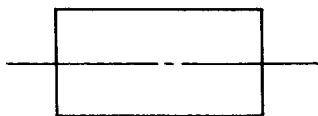

Fig. 3-10
IV. Gently turn the screws on tops of both guide rollers alternately counterclockwise so that the envelope has the shape shown in Fig. 3-10. The shape of the envelope when the tape is running outside the drum lead is shown in Fig. 3-11.
IV. 両側のガイド・ローラーの頭部のネジを少しずつ互いに左に回し、エンベロープを図3-10の様な形状にする。テープがシリンダーのリードから外れて走行している場合のエンベロープの形状は、図3-11の様になります。
- After the adjustment is complete, eject the tape, then load it again and confirm whether or not the envelope is as shown in Fig. 3-10. If it isn't, go back to 4, then perform adjustment again.
- 調整後、一度EJECTし、再度ローディングを行いエンベロープが、図3-10の様な形状になっているかを確認する。なっていない場合は、再度4項に戻って調整する。